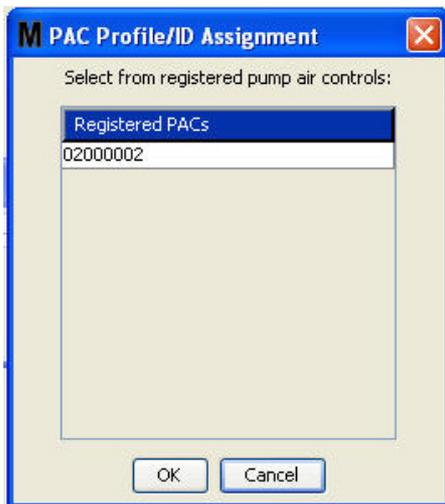

FIG. 114
4. Dopo aver nominato il PAC, fare clic sul pulsante Link (Collega). È visualizzata la schermata Profile/ID Assignment (Assegnazione profilo/ID) mostrata nella FIG. 114. Dall'elenco dei controlli d'aria della pompa registrati, selezionare un PAC dall'elenco. Fare clic su OK per chiudere la schermata e salvare le modifiche. Una descrizione completa della procedura della registrazione PAC è fornita nel manuale di istruzioni del controllo dell'aria della pompa. Le istruzioni sono inoltre fornite nella sezione "Come registrare un controllo dell'aria della pompa" nell'Appendice A di questo manuale a pagina 163.